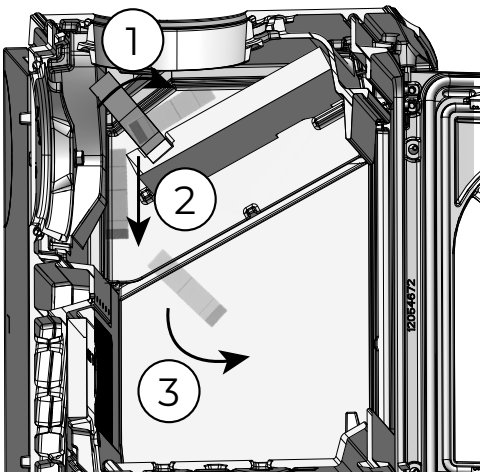

Fig. 7.4
2	Incliner le déflecteur supérieur (A) vers l'avant et le faire sortir par l'arrière (Fig. 7.4)